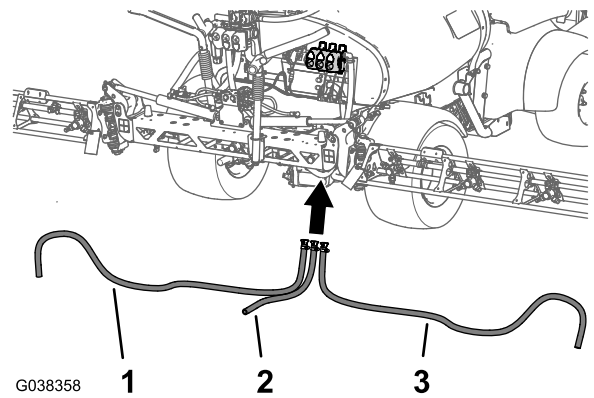

Figure 79
1. Acheminez les flexibles d'alimentation de rampe gauche, centrale et droite vers les vannes de section de rampe, comme montré à la Figure 79.